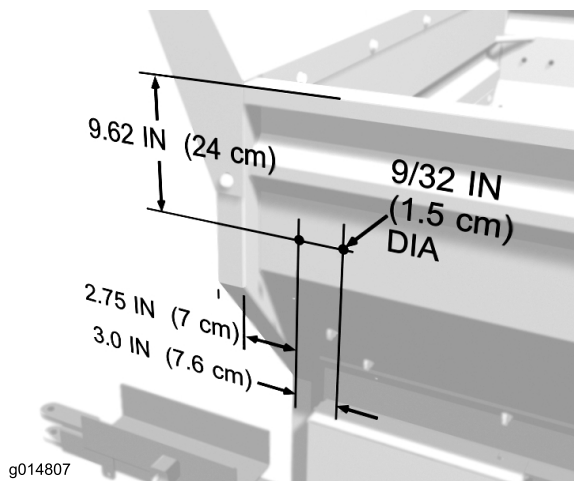

Figura 1
2. Servendovi delle misure illustrate in Figura 1, individuate il punto di foratura e praticate (2) fori con diametro di 7 mm sul fianco anteriore sinistro della tramoggia. Ripetete questa procedura sul fianco destro della tramoggia.